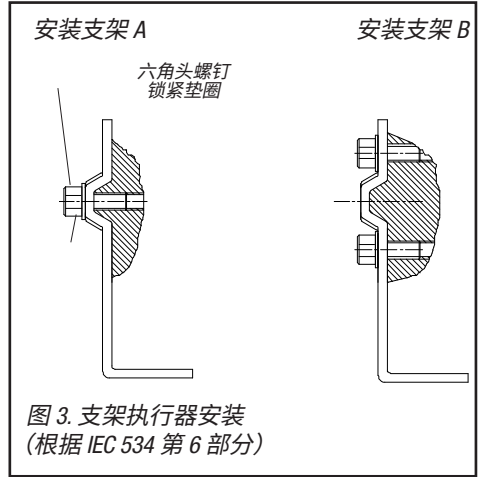

图 3. 支架执行器安装
3. 松开从动销并将其沿着从动臂移动，直到反馈装置上的控制标记（图 3）处于水平状态（指向反馈电位计的中心）。将从动销固定在该位置。